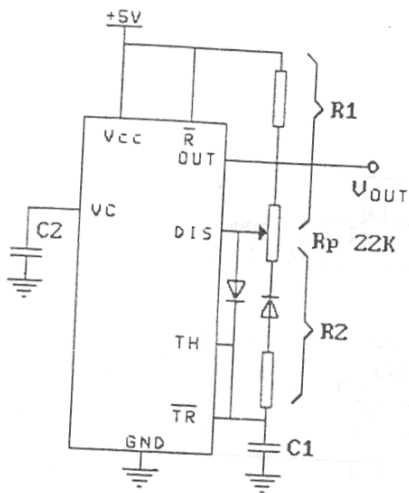

图 8.5 占空比可调的多谐振荡器电路
- (3). 若将电阻值改为  $R_1 = 15K\Omega, R_2 = 10K\Omega$ , 电容 C 不变, 上述的数据有何变化?
- (4). 根据上述电路的原理, 充电回路的支路是  $R_1 R_2 C_1$ , 放电回路的支路是  $R_2 C_1$ , 将电路略作修改, 增加一个电位器  $R_w$  和两个引导二极管, 构成图 8.5 所示的占空比可调的多谐振荡器。